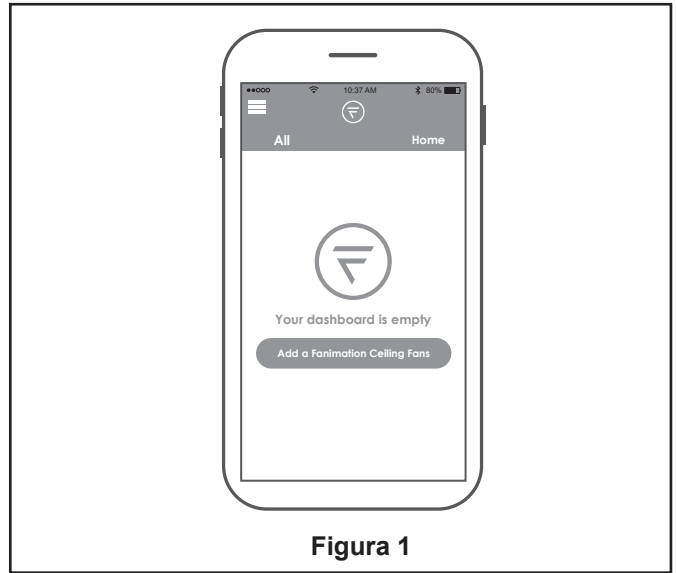

Figura 1
1. Visite el App Store de Apple o el Play Store de Google para descargarse la App gratuita fanSinc Wifi. Cree su cuenta Fanimation fanSync. (Figura 1)
1. Instalación de la placa de la pared: (Figura 1)